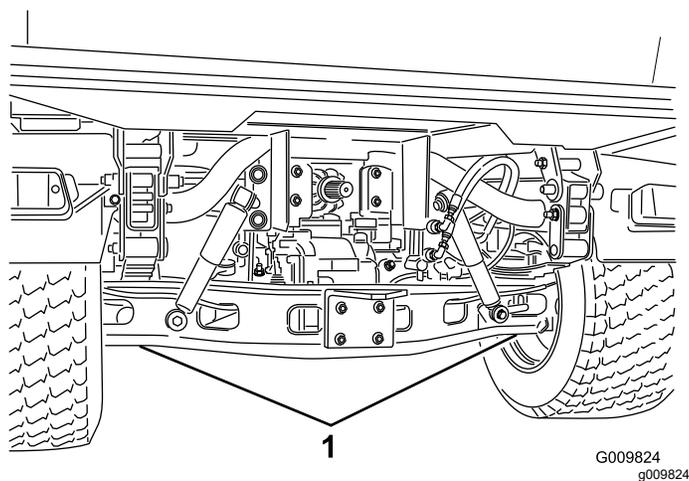

Figura 37
- O ponto de suspensão do macaco na parte dianteira da máquina fica situado por baixo do apoio central do chassis (Figura 36) e na traseira por baixo do eixo (Figura 37).